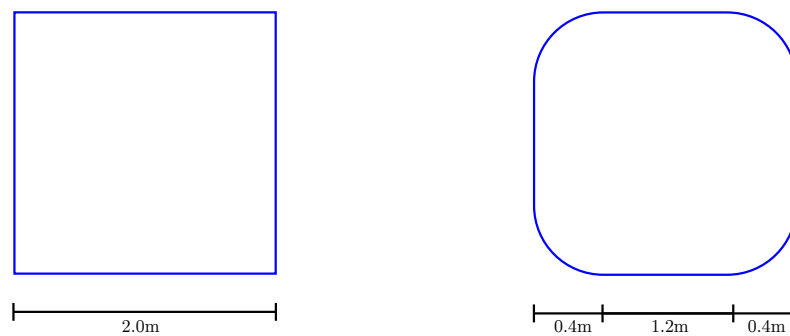

Figura 2: Caminos cuadrados.
- d) Describir cuál sería la secuencia de comandos de velocidad a aplicar al robot para seguir uno de los caminos mostrados en la Figura 2 (elegir solo uno).